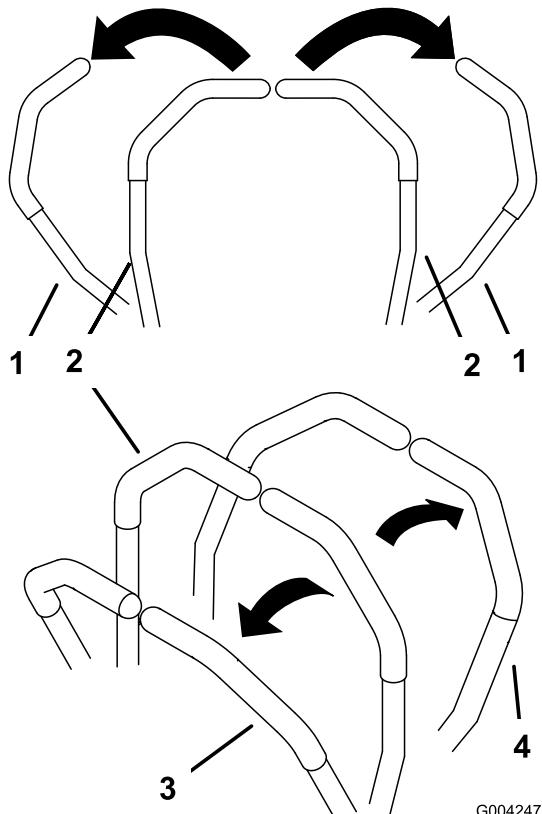

Figure 14
1. Mettez les leviers de commande de déplacement (Figure 14) en position de verrouillage du point mort.
3. Pour vous déplacer en marche avant, poussez doucement les leviers de commande de déplacement vers l'avant (Figure 14).
Pour vous déplacer en ligne droite, appliquez une pression égale sur les deux leviers de déplacement (Figure 14).
Pour tourner, rapprochez du point mort le levier de commande correspondant à la direction que vous voulez prendre (Figure 14).
Pour tourner, relâchez le levier de commande correspondant à la direction que vous voulez prendre (Figure 14).
2. Pour vous déplacer en marche arrière, tirez doucement les leviers en arrière (Figure 14).